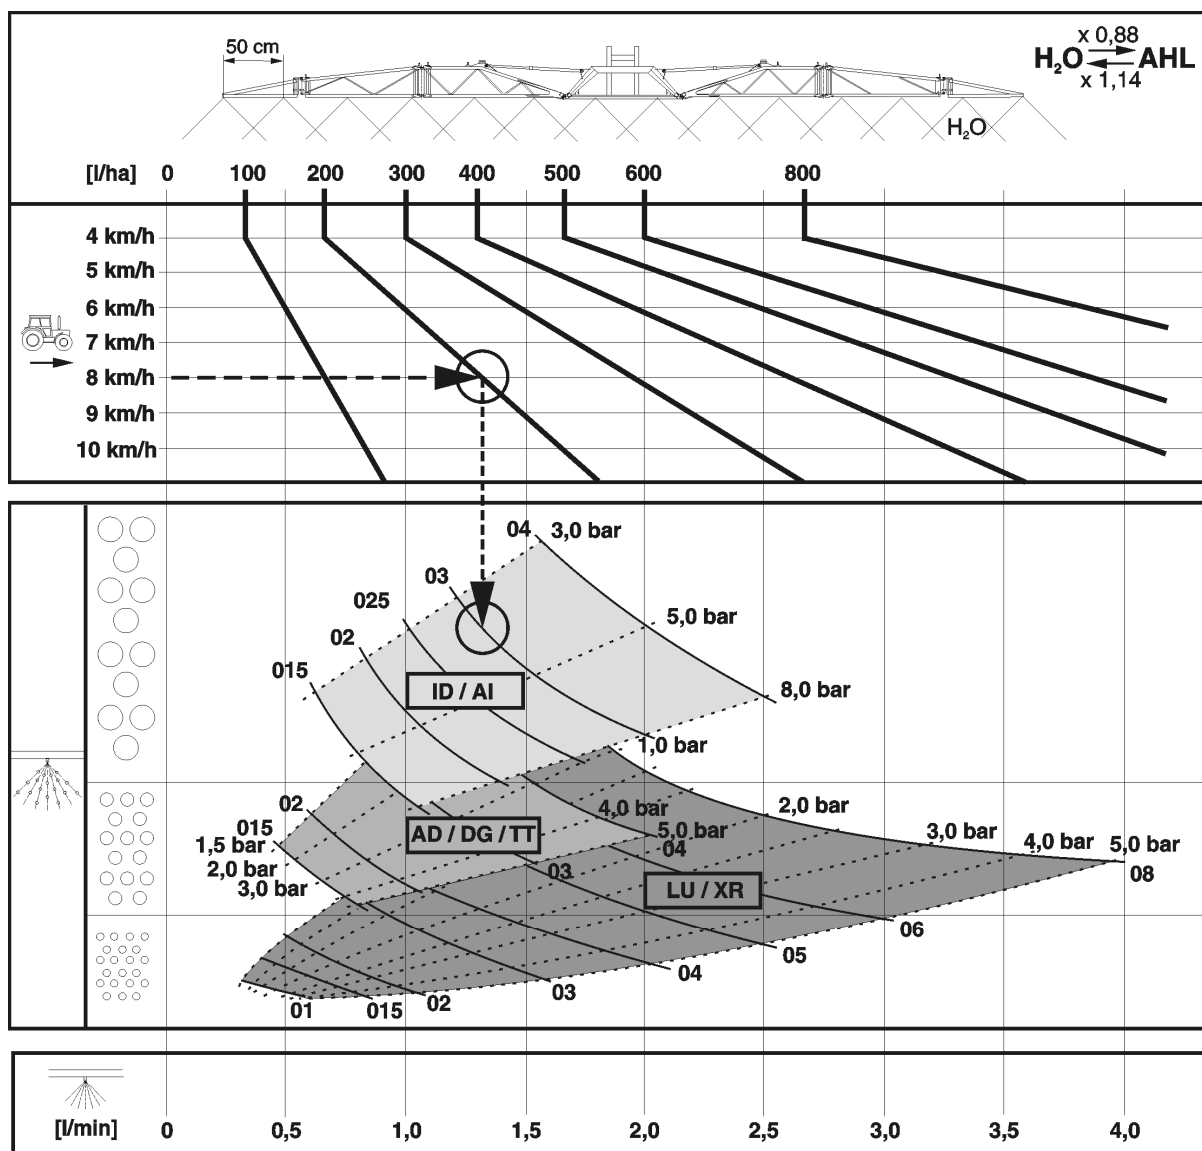

Fig. 172
- Fig. 172 anvendes til at finde den egnede dysetype. Dysetypen skal bestemmes ud fra